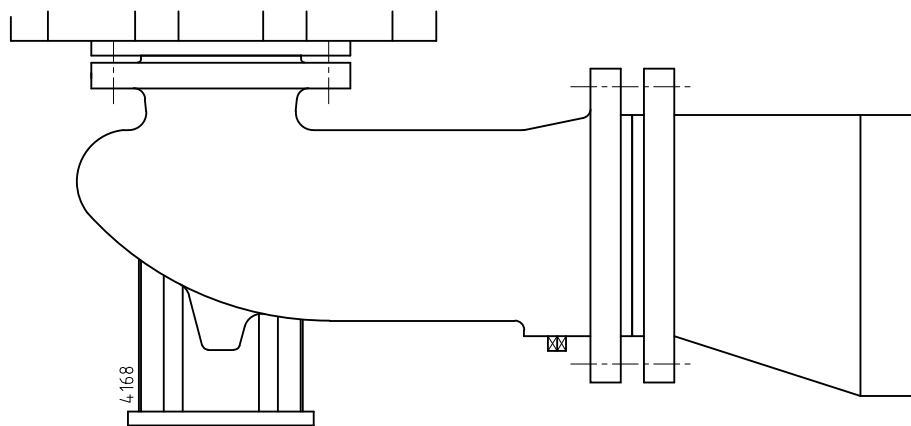

Рисунок 3: Переходной патрубок с эксцентрическим расположением концевых отверстий для всасывающего фланца.
- Если внутренний диаметр всасывающей трубы превышает размер всасывающего патрубка насоса, следует использовать переходной патрубок с эксцентрическим расположением концевых отверстий для предотвращения образования воздушных пробок и завихрений. См. рисунок 3.